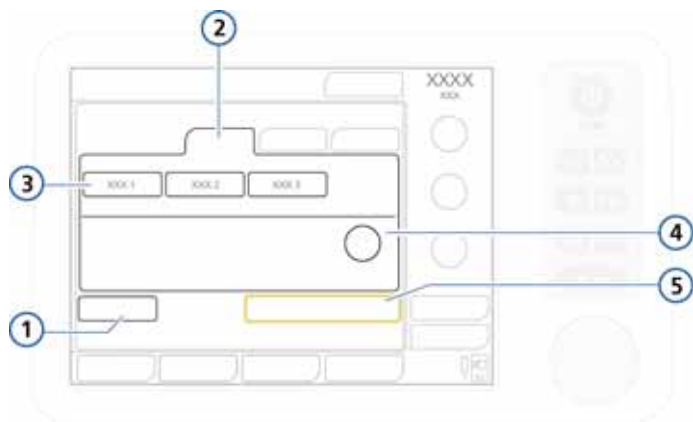

図 4-3. 患者セットアップ / スタンバイウィンドウ (新生児)
- **[新生児]** : 新生児患者の場合 (図 4-3)。年齢および体重の範囲については、表 4-1 を参照してください。